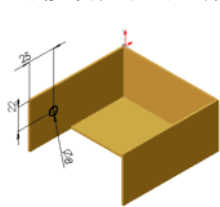

图 3-60 定位圆
3) 单击[智能尺寸]按钮, 为圆定位, 如图 3-60 所示。